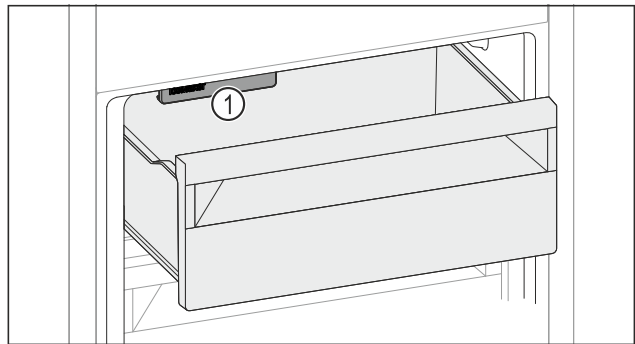

Fig. 155
- ▶ Lebensmittel in Schubfach einlegen. Wenn Sie Lebensmittel in der linken Schubfachseite einlegen: IceMaker Fig. 155 (1) berücksichtigen.